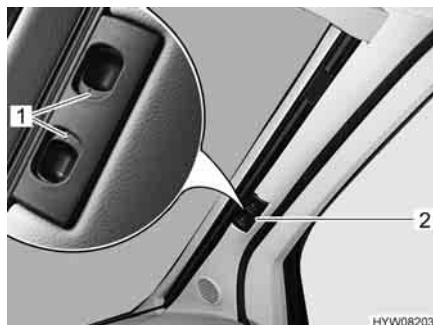
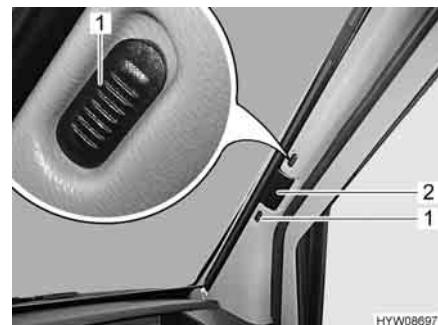

Fig. 28 Tendine oscuranti pieghevoli per il parabrezza (Fiat)
Fig. 29 Tendine oscuranti pieghevoli per il parabrezza (Mercedes-Benz)
Chiusura: ■ Premere e tenere premute le levette di bloccaggio (Fig. 28,1) o spostare verso l'alto o il basso i bottoni di bloccaggio (Fig. 29,1) (punto rosso = aperto).
■ Tirare la tendina oscurante pieghevole del parabrezza per la maniglia (Fig. 28,2 o Fig. 29,2) verso il centro della finestra.
Apertura: ■ A seconda del tipo di tendina oscurante, premere e tenere premute le levette di bloccaggio (Fig. 29,1).
■ Tirare verso l'esterno le due metà della tendina oscurante pieghevole del parabrezza per la maniglia (Fig. 28,2 o Fig. 29,2) fino all'arresto.
■ Rilasciare le levette di bloccaggio (Fig. 28,1) e farle innestare, oppure spostare verso l'alto o il basso i bottoni di bloccaggio (Fig. 29,1) (nessun punto rosso = bloccato).